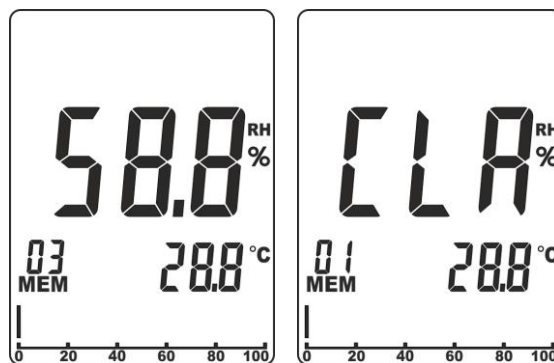

Abb. 4: Löschung des internen Speichers
1. Drücken Sie gleichzeitig die Tasten ◀ und ▶. Die Angabe der aktuellen Speicherstellung (siehe Abb. 4 – linke Seite) blinkt im Display.
2. Drücken und halten Sie die Tasten ◀ und MEM/ALM gleichzeitig für mindestens 3s. Die Meldung "CLR" erscheint im Display und die Angabe der Speicherstelle kehrt automatisch zu "01" zurück (siehe Abb. 4 – rechte Seite).